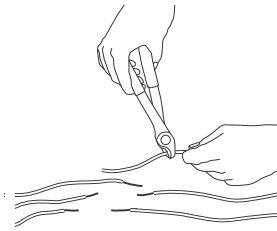

Fig. 6 Corte y pelado de los conductores del motor
2. Corte los conductores del motor por diferentes puntos. Corte los extremos de los conductores del cable sumergible, de modo que sus longitudes coincidan con los extremos de los conductores del motor. Consulte la fig. 6. En motores monofásicos, asegúrese de hacer coincidir los colores.